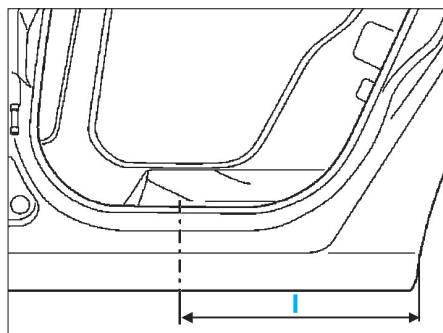

FIG. 52
- En tenant compte des dimensions de la pièce neuve, découper le bas de caisse côté porte arrière à partir de la cote I (fig. 52) :
- Découper le bas de caisse de porte arrière aux cotes indiquées (fig. 52).